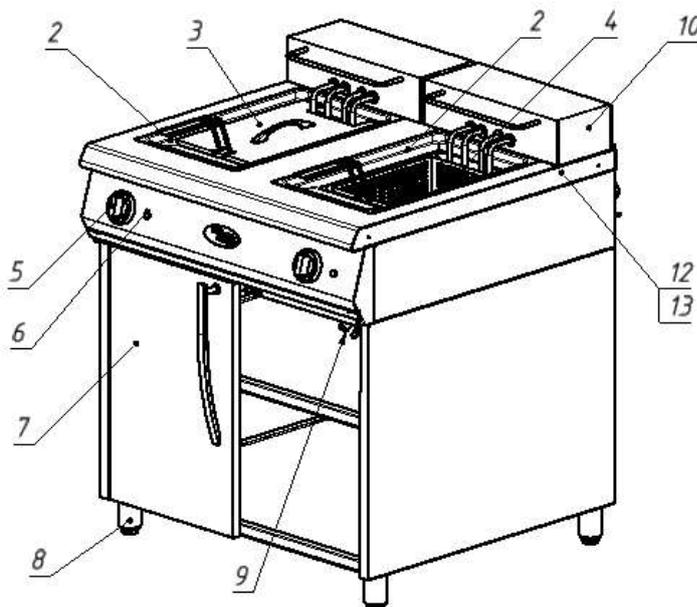

Рис.1. Крышка (3) и дверь (7) условно не показаны
5.1 Фритюрницу следует установить с соблюдением ГОСТ 12.2.124-90 «Оборудование продовольственное. Общие требования безопасности», но не менее 300мм от задней стенки установки до стены. Устойчивость установки обеспечивается регулировкой высоты ножек (8) подставки (7) рис.1.
5.4 Закрывать краны слива масла (9) рис.1.
6.2.1 Открыть крышку (3), поднять корзину (4) рис.1 и залить масло. Уровень масла в емкости должен быть не выше 100 мм от верхнего края емкости.
- 8.3 Трудноудаляемые пятна очищайте специальными средствами по уходу за нержавеющей сталью. Для очистки внутренних стенок емкости надо открыть кран (9), слить масло в отдельную емкость, вынуть корзину (4) рис.1 и повернуть ТЭН с держателем на 180 градусов. В открытом положении ТЭНа его включение блокирует микровыключатель (14), установленный между корпусом (13) и держателем ТЭНа (10).